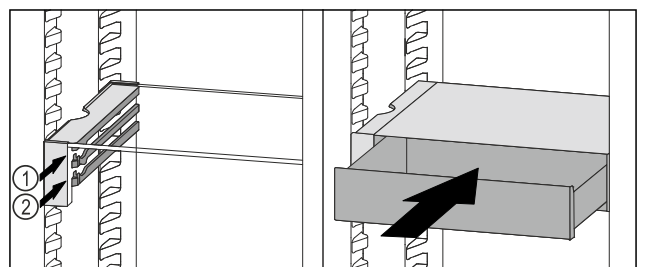

Fig. 94
- ▶ VarioSafe-Schubfach hinter den Stopperrn auf gewünschter Rippe Fig. 94 (1) oder Fig. 94 (2) aufsetzen.